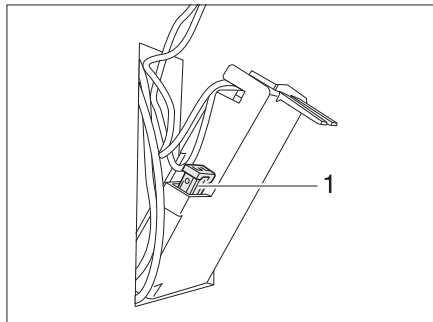

Fig. 293 Fusible del inodoro Thetford
- Cambiar el fusible (Fig. 293,1).